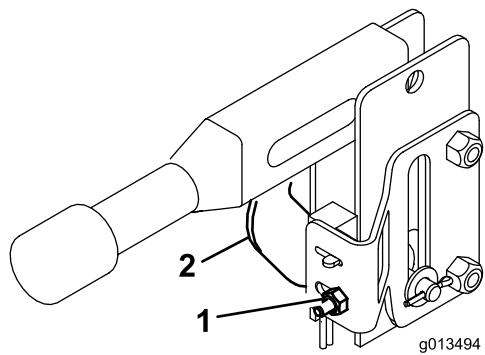

図 25
5. ブレーキのインタロック・スイッチをブレーキ・センサー・ブラケットに固定しているナット（2個）をゆるめる ((図 25))。
6. スイッチと駐車ブレーキ・レバー・リンクとのすきまが 1.5 mm になるようにブレーキ・スイッチを調整する。±.030. (図 25). スイッチを固定しているナットを締める。